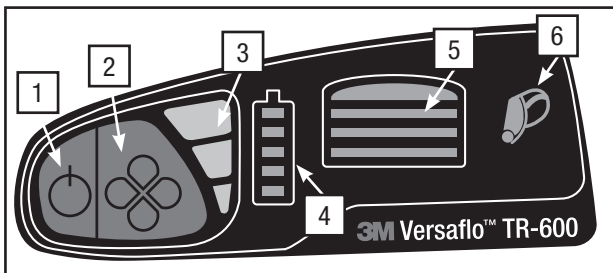

Fig. 14 – Interface utilisateur du souffleur à moteur
- Appuyer sur le petit bouton bleu de mise en marche (Fig. 14, n° 1) et le maintenir enfoncé pendant une seconde. Le respirateur se mettra sous tension et effectuera un autodiagnostic. Les indicateurs de débit d'air, d'encrassement du filtre et d'état de charge de la pile clignotent et l'alarme sonore et l'alarme par vibration se déclenchent. L'indicateur de la pile (Fig. 14, n° 4) indique l'état de charge actuel du bloc-piles. L'indicateur de filtre indique la capacité résiduelle du (Fig. 14, n° 5). **Un clignotement et/ou une alarme continue indiquent un état de défaillance qui doit être corrigé avant d'utiliser le respirateur. Si l'alarme sonore ou les indicateurs visuels ne s'activent pas au démarrage, ne pas utiliser le respirateur. Le mettre hors service et consulter son superviseur.**
- L'appareil compte trois niveaux de réglage du débit d'air : standard, moyen ou élevé. Le souffleur à moteur démarre au niveau standard. Appuyer sur le gros bouton bleu de commande du débit (Fig. 14, n° 2) pendant 1 seconde pour faire passer le souffleur à moteur au niveau suivant. Sur l'indicateur de débit (Fig. 14, n° 3), une DEL et un timbre sonore indiquent le débit standard, deux DEL et deux timbres sonores indiquent le débit moyen et trois DEL et trois timbres sonores indiquent le débit élevé. Appuyer de nouveau sur le bouton de commande pour faire revenir le souffleur à moteur au débit standard.
- Appuyer sur le bouton bleu de mise en marche (Fig. 14, n° 1) et le maintenir enfoncé pendant deux secondes.
Afin de conserver l'énergie de la pile, l'affichage passe en « mode veille » 30 secondes après avoir appuyé sur le dernier bouton. L'indicateur de débit clignote en indiquant le réglage courant (Fig. 14, n° 3). Pour ramener l'affichage en mode actif, appuyer un moment sur n'importe quel bouton.
L'indicateur d'état de charge de la pile/alarme (Fig. 14, n° 4) indique le niveau de charge de la pile. Il fournit les mêmes renseignements que l'indicateur d'état de charge de la pile. Le nombre de barres affichées indique approximativement l'état de charge du bloc-piles. 5 barres = 80 à 100%, 4 barres = 60 à 80%, 3 barres = 40 à 60%, 2 barres = 20 à 40%, 1 barre = < 20%, 1 barre clignotante = < 10%. L'indicateur d'état de charge se fonde sur la capacité de charge d'origine. Il ne s'étalonne pas de nouveau avec l'usure de la pile et le nombre de barres affichées lorsqu'une pile est entièrement chargée diminue à mesure que la pile perd naturellement de sa capacité. Cette caractéristique de sécurité fait en sorte que pendant toute la durée de la pile, le nombre de barres affichées indique uniformément la durée d'utilisation restante approximative (pour un système et un encrassement du filtre donnés). **Lorsque l'alarme de pile faible retentit, l'utilisateur doit immédiatement quitter la zone dangereuse et remplacer la pile.**
L'indicateur d'encrassement du filtre (Fig. 14, n° 5) surveille la chute de pression dans le système. L'accumulation de contaminants dans le filtre est indiquée par l'extinction progressive des DEL de l'indicateur d'encrassement du filtre. La vitesse du souffleur à moteur augmente pour compenser la chute de pression. Lorsque le souffleur à moteur n'est plus capable de compenser et de fournir un débit d'air adéquat, une alarme sonore se déclenche. Un clignotement ROUGE de la DEL du bas de l'indicateur d'encrassement signale que le débit d'air est faible. **Lorsque l'alarme de faible débit retentit, l'utilisateur doit immédiatement quitter la zone dangereuse et remplacer le filtre ou la cartouche et/ou le préfiltre/pare-étincelles.**
- Appuyer davantage la paume de la main contre l'extrémité de la sortie afin de l'obstruer complètement. En moins de 30 secondes environ, le respirateur émet une alarme sonore et une alarme par vibration et la barre située au bas de l'indicateur d'encrassement du filtre / de faible débit d'air clignote en rouge (Fig. 14, n° 5).